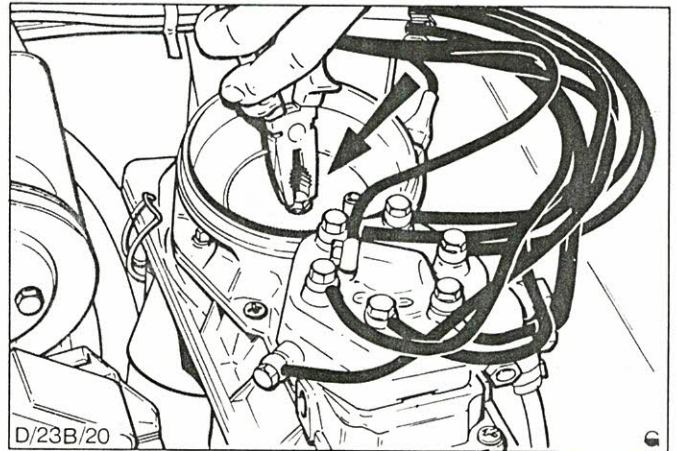

Abb.50 Beweglichkeit der Stauscheibe prüfen
8. Mit einer Zange, Stauscheibe etwas anheben, um Leichtgängigkeit und Beweglichkeit des Steuerkolbens zu prüfen, Abb.50.